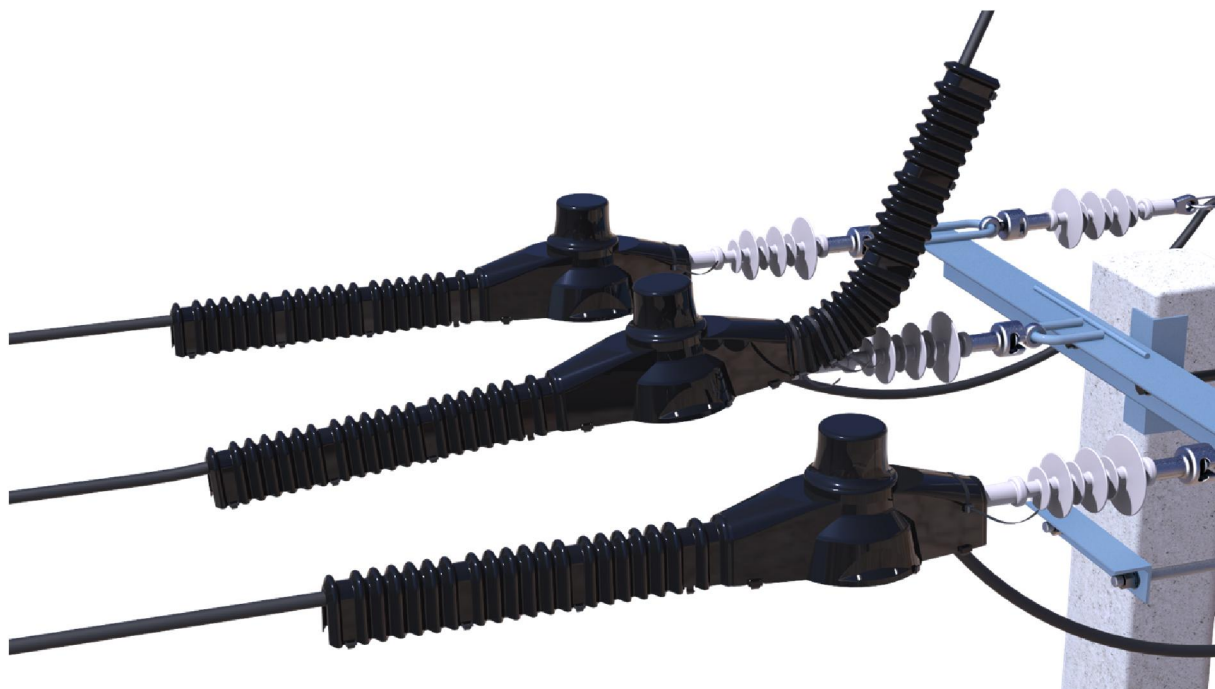
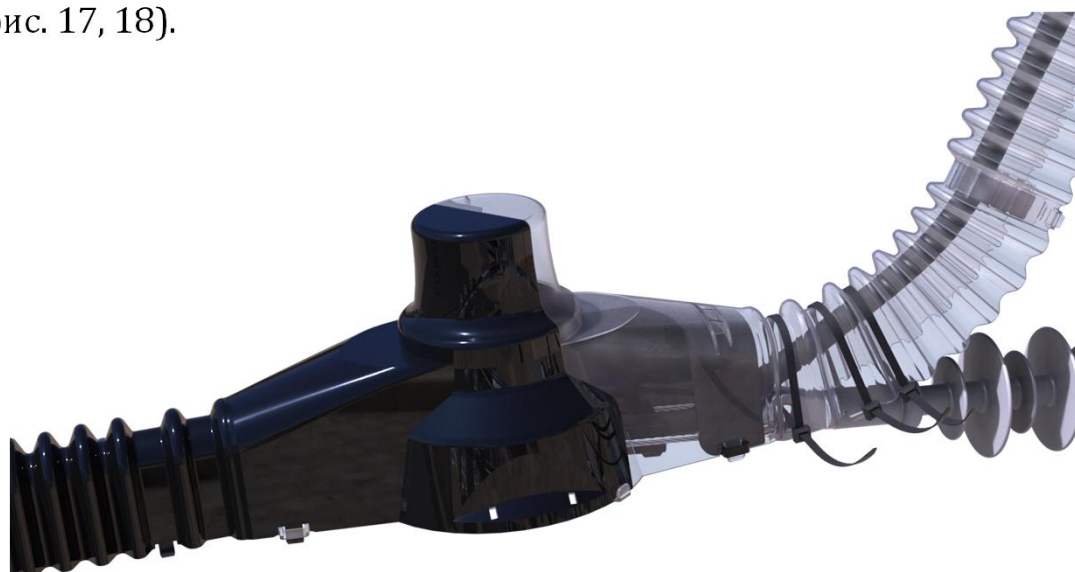
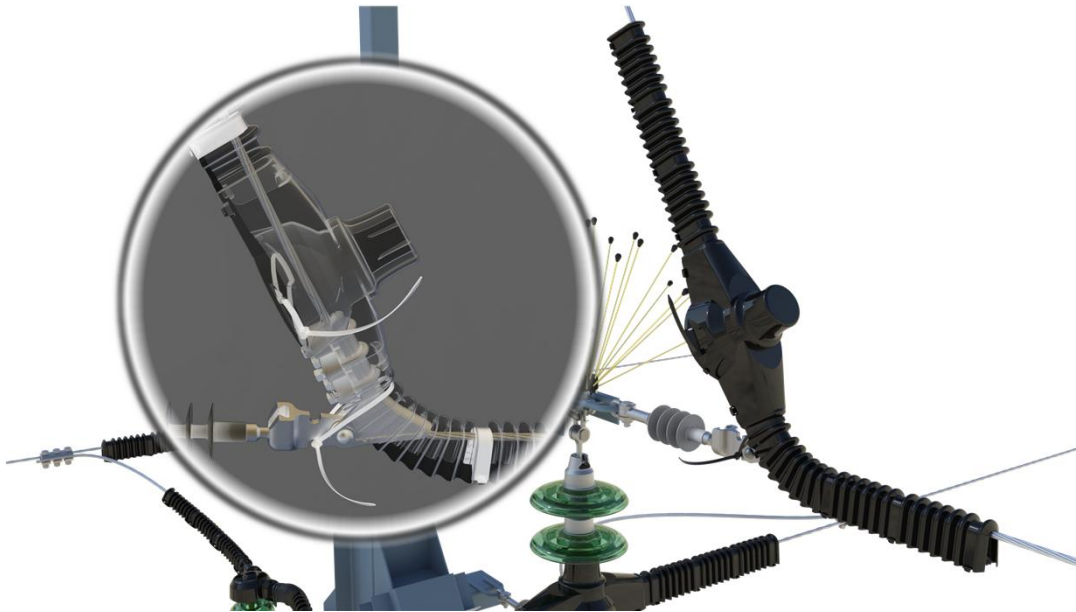

Рис. 15. Оснащение ПЗУ-ГР-SC опоры типа Аж20-1
Рис. 16. Установка ПЗУ-ГР-SC на натяжной клиновой зажим
Рис. 17. Установка ПЗУ-GR-SC на натяжной болтовой зажим
- 1) способ с деформированием гофроукавов устройства; используется если шлейф направлен вверх, см. рис. 15 (средняя фаза), рис. 16, 17, 18;
- 2) способ с частичным удалением одного из гофроукавов; используется если шлейф направлен вниз, см. рис. 15 (крайние фазы), рис. 19, 20.
3.6.1. При первом способе установки устройства как минимум один из гофрорукавов должен быть деформирован. Оба гофрорукава ПЗУ должны быть закреплены на проводе тремя фиксаторами каждый. После фиксации на проводе деформированный рукав в месте наибольшего изгиба необходимо стянуть стяжными хомутами. При этом как минимум один из хомутов должен фиксировать устройство от поворота на проводе (например, проходить через проушину в оконцевателе изолятора, см. рис. 16). Остальные хомуты могут располагаться в соседних углублениях гофрорукава ПЗУ (рис. 16), притягивая изогнутую часть устройства к проводу, или стягивать устройство в головной части (рис. 17, 18).